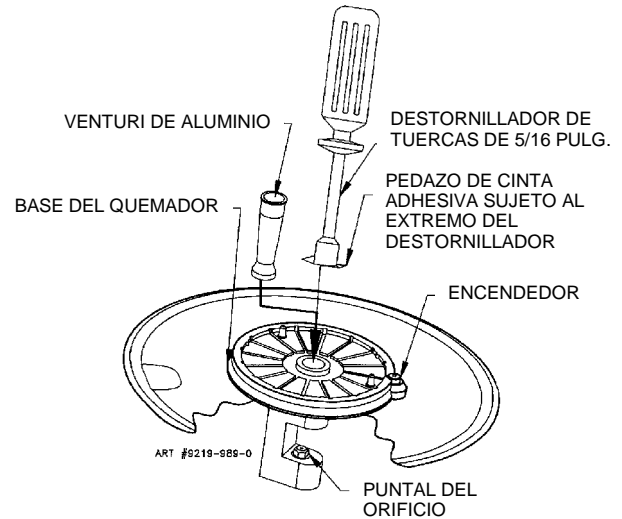

Figura 5: Remoción del puntal de orificio
Paso 4: Oprima firmemente el destornillador sobre el puntal del orificio (figura 5) y afloje el puntal girando en sentido contrario al de las manecillas del reloj. Levante cuidadosamente el destornillador de la garganta del quemador. Los puntales de orificio deben caer en el hueco. Repita este paso en cada quemador.